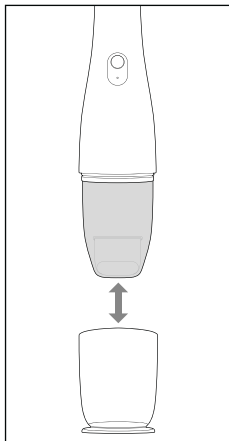

Fig. 4
1. Sujete el aparato por el mango **9** y retire la tapa de cierre **1** del aparato (consulte la fig. 4).
5. Coloque la tapa de cierre **1** en el aparato (consulte la fig. 4).